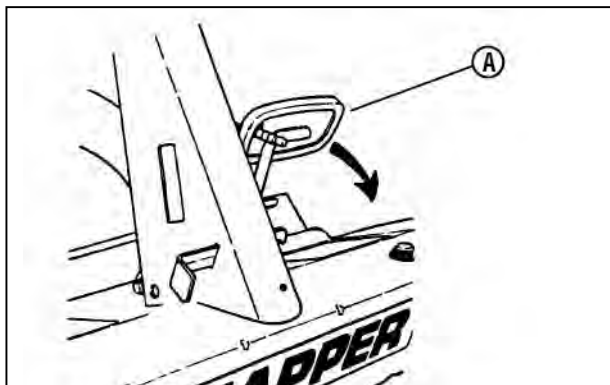

図5-11 クラッチ/ブレーキペダルの踏み込み
2. クラッチ/ブレーキペダル(図5-11のA)を踏み込みます。
2. クラッチ/ブレーキペダル(図5-11のA)をいっぱい踏み込めば芝刈機は停止します。